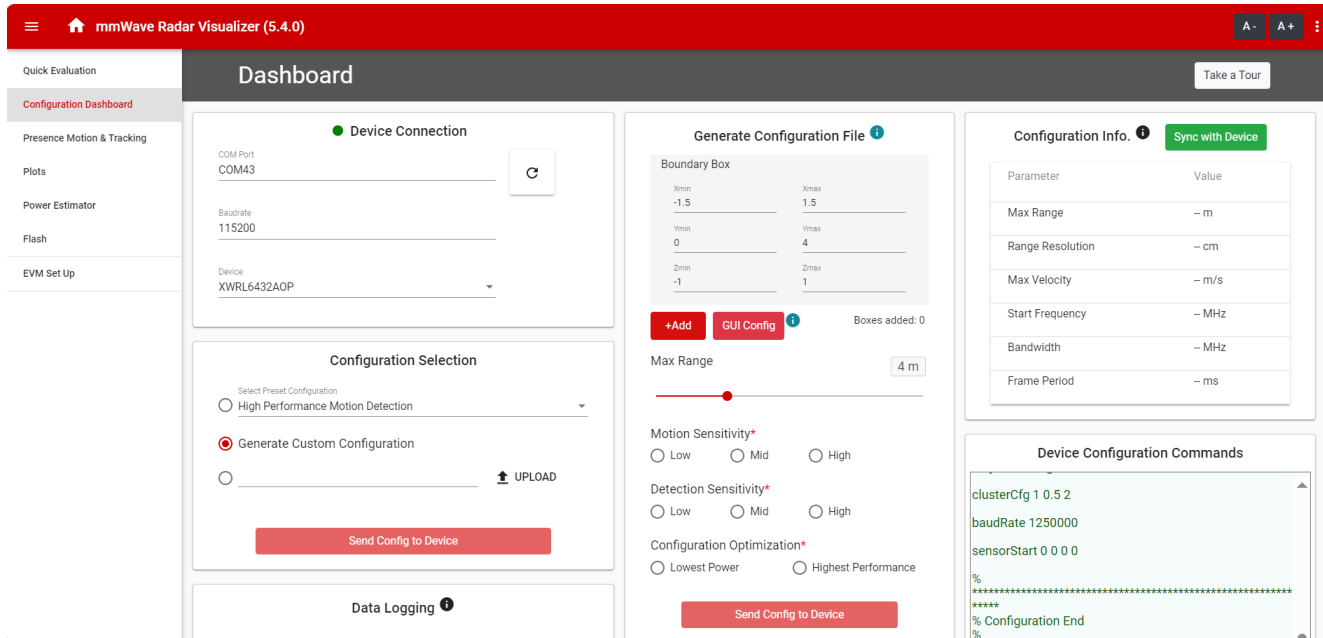

图 3-3. 配置仪表板
3. 导航至可视化工具的 *Configuration Dashboard* 选项卡并选择器件。等待系统自动检测 COM 端口 (否则按刷新)。或者，手动选择器件 COM 端口 (如果尚未选择)。选择 *Configuration Selection* 下拉列表下的预设配置。与图 3-3 中显示的类似。